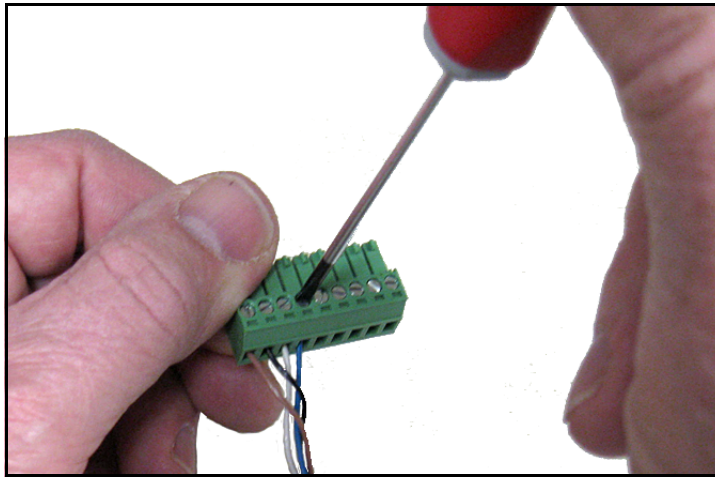

Figure 29: Raccordement du câble au connecteur
- Reportez-vous au *Table 1* ci-dessous et à la *Figure 29* on page 24 pour relier l'extrémité du câble de la sonde présentant les quatre conducteurs aux broches 10, 11, 12 et 13 du bornier inférieur.